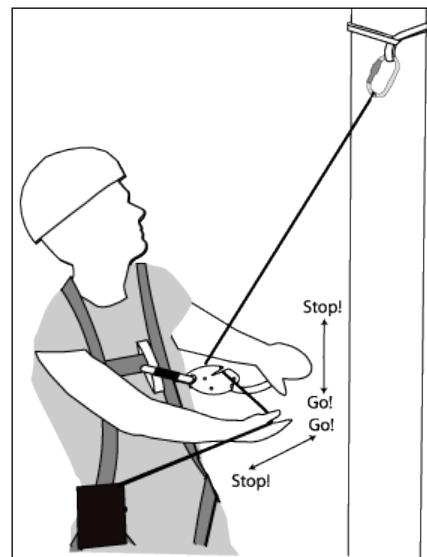

Ilustración 4 Control del descenso
- 6) Inicie el descenso usando el Smartline (fig. 4).